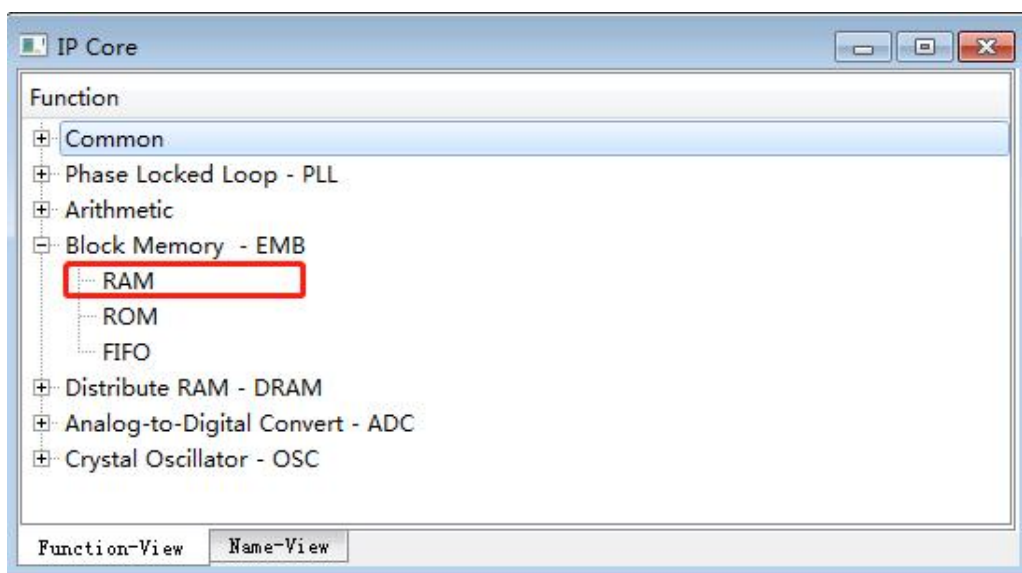

图 15 软件 IP 生成方式
1. 用户可以采用如下方式在 TD 软件中找到 ERAM 模块:Tools->IP Generate->IP core ->Block Memory-EMB->RAM，如图 15 所示。